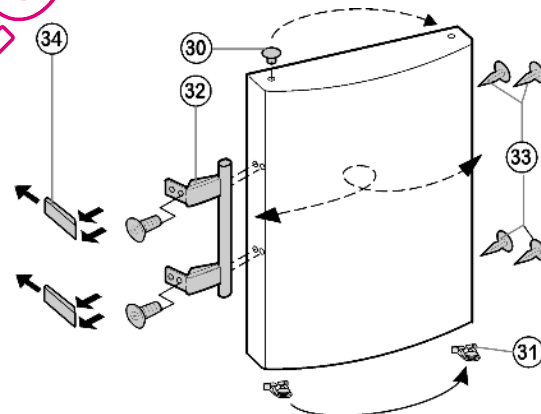

Fig. 8
- ▶ Faire décliper le crapaud élastique Fig. 8 (31) hors de la porte supérieure et le placer du nouveau côté de la charnière.
- ▶ Enlever les bouchons Fig. 8 (30) des coussinets de la porte et les mettre de l'autre côté.
- ▶ Démontez les poignées de porte Fig. 8 (32), le bouchon Fig. 8 (33) et les plaques d'appui Fig. 8 (34) puis les repositionner sur le côté opposé.